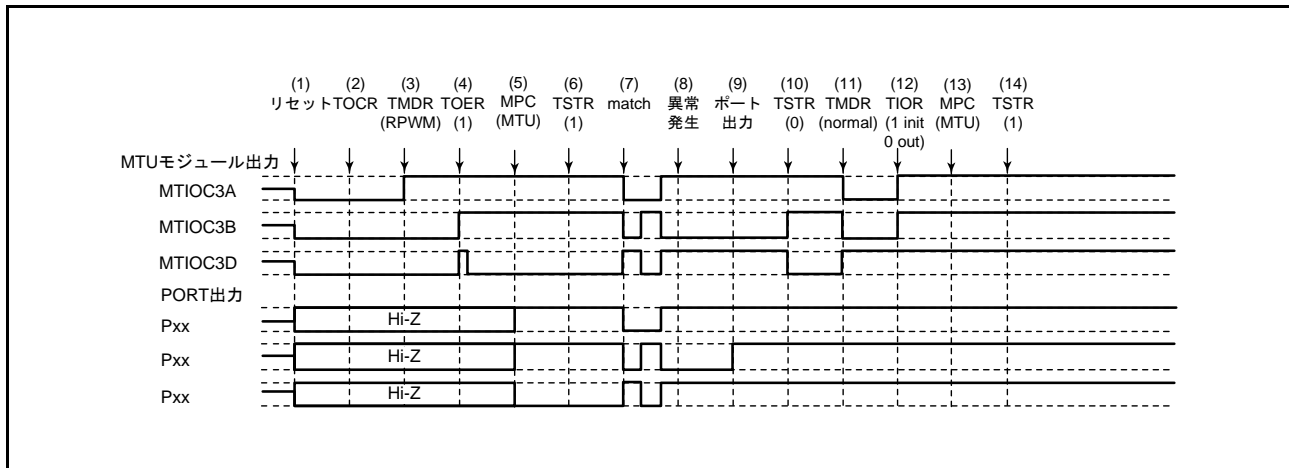

図 20.152 リセット同期 PWM モードで異常が発生し、ノーマルモードで復帰する場合
リセット同期 PWM モードで異常が発生し、再設定後ノーマルモードで再スタートする場合の説明図を図 20.152 に示します。
(1) ~ (10) は図 20.152 と共通です。
(11) PWM モード 1 を設定してください (MTU 出力は正相側が Low、逆相側が High となります)。
(12) TIOR レジスタで端子を初期化してください。なお、PWM モード 1 では MTIOCnB (MTIOCnD) 端子に波形が出力されません。出力すべきレベルがある場合は、I/O ポートのポート方向レジスタ (PDR)、ポート出力データレジスタ (PODR) で汎用出力ポートの設定をしてください。
(13) MPC と I/O ポートのポートモードレジスタ (PMR) で MTU 出力としてください。
(14) TSTR レジスタで再スタートします。
- (11) TOER レジスタで MTU3、MTU4 の出力を禁止してください。
- (12) TOCR レジスタで相補 PWM モードの出力レベルと周期出力の許可 / 禁止を選択してください。
- (13) 相補 PWM を設定します (MTU の周期出力端子は Low になります)。
- (14) TOER レジスタで MTU3、MTU4 の出力を許可してください。
- (15) MPC と I/O ポートのポートモードレジスタ (PMR) で MTU 出力としてください。
- (16) TSTR レジスタで再スタートします。
(29) リセット同期 PWM モードで動作中に異常が発生し、リセット同期 PWM モードで再スタートする場合の動作
(11) MPC と I/O ポートのポートモードレジスタ (PMR) で MTU 出力としてください。
(12) TSTR レジスタで再スタートします。
(13) コンペアマッチの発生によりリセット同期 PWM 波形を出力します。